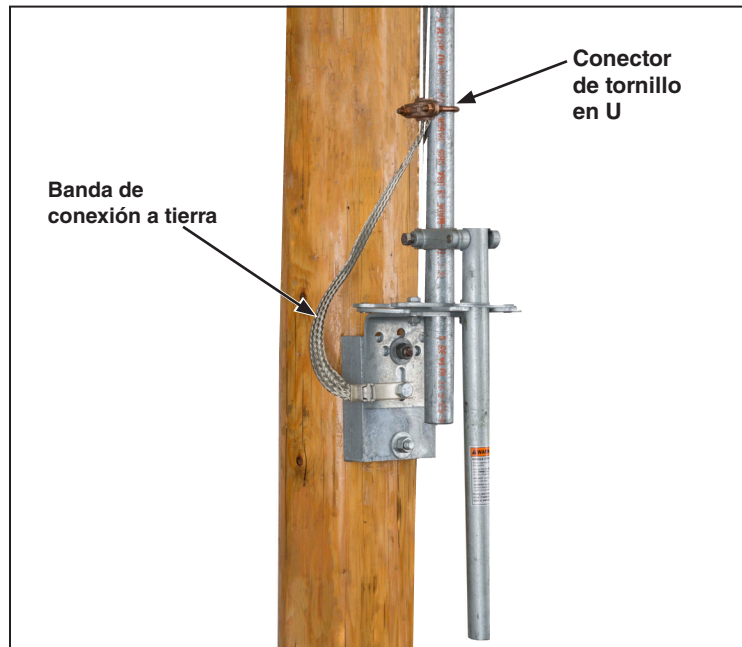

Figura 25. Instalación de la banda de conexión a tierra.
**PASO 21.** Fije el extremo suelto de la cinta de tierra a la sección de tubo más baja a unas cuantas pulgadas por encima del conjunto de la palanca de operación (o del interbloqueo de llave) con el conector de tornillo en “U” que se incluye para éste propósito. Vea la Figura 25. Luego conecte el extremo inferior de la cinta a una tierra física adecuada, utilizando el conector de tierra que viene en ese extremo de la cinta.